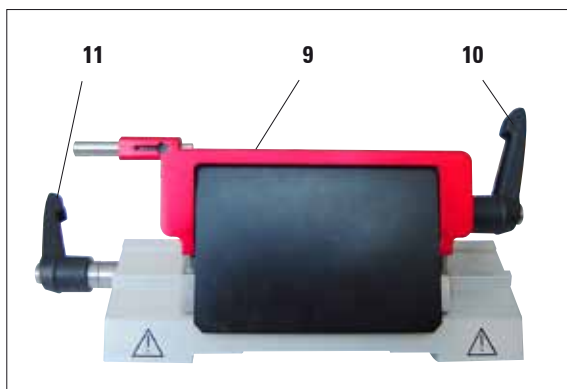

Fig. 6
El portacuchillas E tiene un protector de dedos abatible, de color rojo. Para cubrir el filo, girar el protector (9) hacia arriba, como se muestra en la Fig. 6.